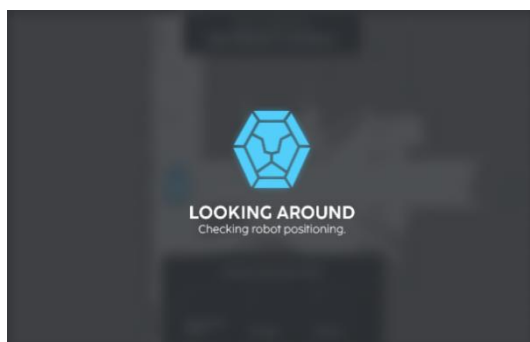

FIGURE 5-4
2. Attendez l'écran 'RECHERCHE DES ALENTOURS' (Fig 5-4).